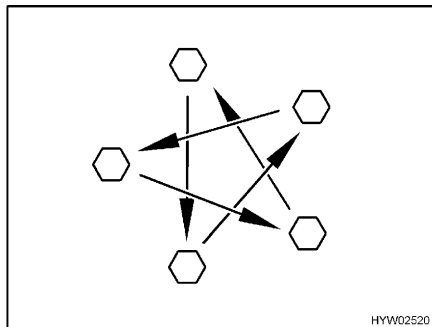

Bild 224 Dra åt hjulmuttrarna eller hjulbultarna korsvis
- Kontrollera regelbundet att hjulmuttrarna eller hjulbultarna är ordentligt åtdragna. Om du har bytt däck ska hjulmuttrarna eller hjulbultarna dras åt efter 5 mils körning (Bild 224). Åtdragningsmoment se avsnitt 14.5.2.
- Då nya eller nylackerade fälgar används bör hjulmuttrarna eller hjulbultarna dras åt efter ca 100 till 500 mil (Bild 224).
- ▷ Dra åt hjulmuttrarna eller hjulbultarna korsvis (Bild 224).